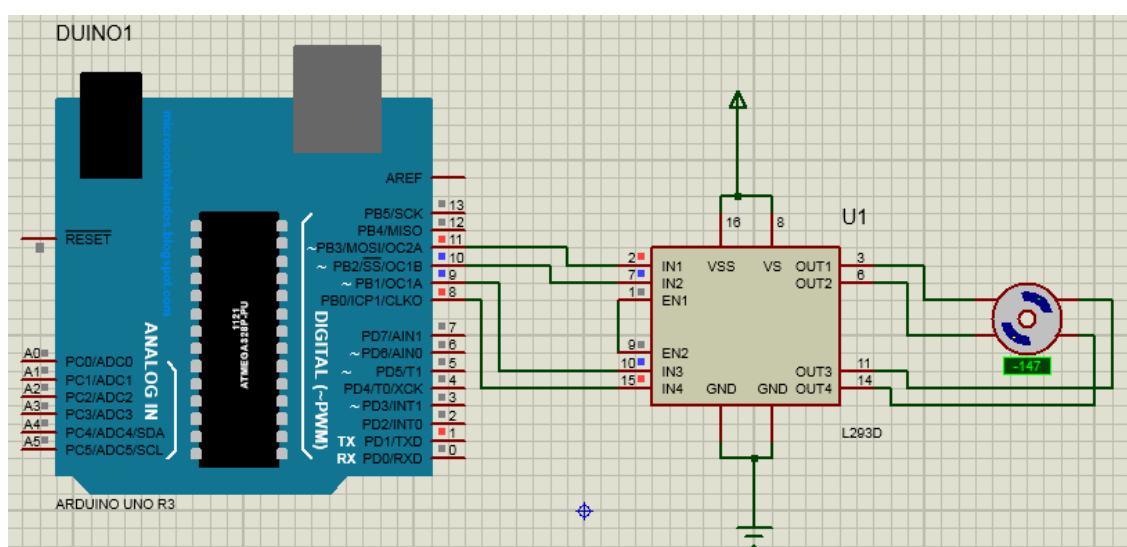

Рисунок 2.1 – Схема подключения шагового двигателя в Proteus
2.2.1 Собрать схему управления шаговым двигателем в Proteus (рисунок 2.1).